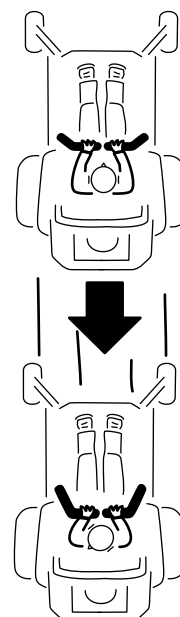

Figure 21
2. Pour vous déplacer en marche arrière, tirez lentement les leviers en arrière (Figure 21).